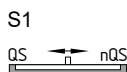

Fig. 4
Ställa in tid (se fig. 4 och 5)
- DIP-switcharna finns under säkerhetsreläets frontkåpa (se fig. 4 och 5).
Inställning av DIP-switch (se fig. 4)